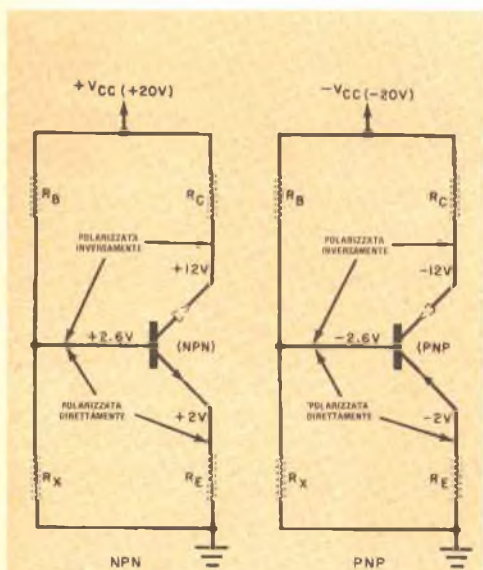
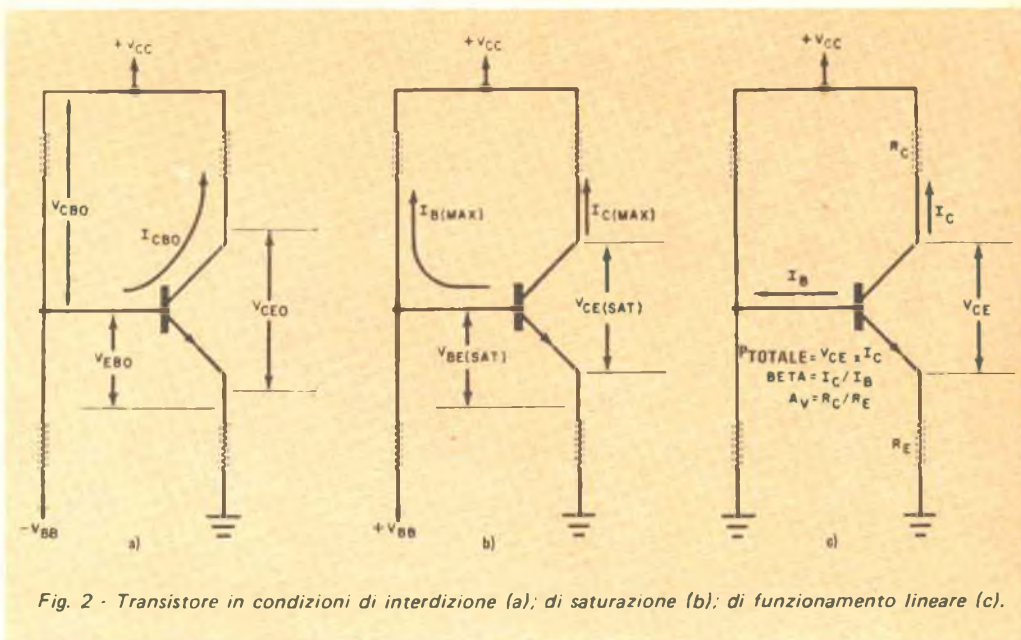

Fig. 1 - Polarizzazioni dirette ed inverse richieste per un transistor n-p-n e per un transistor p-n-p.
Fig. 2 - Transistore in condizioni di interdizione (a); di saturazione (b); di funzionamento lineare (c).
Come il lettore certamente saprà, il transistoro bipolare viene di norma polarizzato direttamente nella sua giunzione base-emettitore, ed inversamente nella sua giunzione base-collettore (*fig. 1*). Nelle condizioni di funzionamento lineare del transistoro, una piccola variazione della corrente di base, I_B , produce una variazione molto maggiore nella corrente di collettore I_C . Un transistoro, però, ha anche altre condizioni di funzionamento: l'interdizione e la saturazione.
Parametri e caratteristiche - Presenteremo ora i dieci parametri caratteristici, che devono essere tenuti presenti allorché si sceglie un transistoro (od allorché si deve progettare un circuito che impiega un dato transistoro). Nella discussione di ciascun parametro si farà riferimento ad uno dei circuiti illustrati nella *fig. 2*.
(10) H_{FE} : è il guadagno di corrente del transistore quando esso è inserito in un circuito ad emettitore comune (come mostrato nella fig. 1, nella fig. 2 e nella fig. 3) ed è più frequentemente indicato con il nome di "beta" (β) del transistore. Il beta viene definito come il rapporto tra la corrente di collettore e la corrente di base ($\beta = I_C / I_B$) ed è uno dei parametri più importanti di un transistore; esso determina il guadagno ottenibile da un circuito ed il valore dei resistori da impiegare per la polarizzazione. Può venire
specificato con un campo di valori (ad esempio, da 10 a 100) o con un gruppo di valori, relativi ciascuno ad una determinata corrente di collettore (ad esempio: 50 per 1 mA; 20 per 10 mA; ecc.). Per decidere quale sia il valore di beta richiesto per un transistore da impiegare in un circuito, si calcolino il valore della corrente di collettore richiesta da quel circuito ed il valore della corrente di base disponibile. In ogni circuito avente struttura simile a quella mostrata nella fig. 2-c, il beta deve avere un valore più alto del rapporto R_C / R_E , ma non deve essere tanto grande da portare il transistore in saturazione. Nel mettere a punto un nuovo circuito, il parametro più critico è il valore minimo di beta richiesto, i resistori di polarizzazione potranno poi essere fissati in base al valore di beta prescelto.